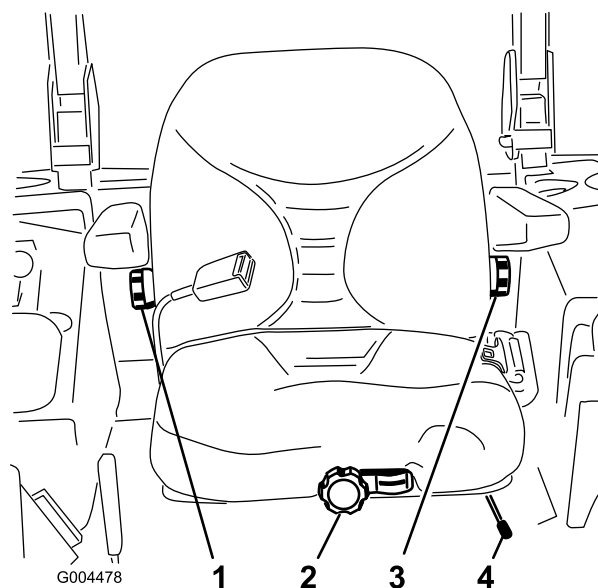

Рисунок 15
1. Для выполнения регулировки передвиньте рычаг в поперечном направлении, чтобы разблокировать сиденье (Рисунок 15).
направлениях, пока не будет достигнуто максимально комфортное положение (Рисунок 15).
Для регулировки спинки сиденья поворачивайте ручку под правым подлокотником в обоих направлениях, пока не будет достигнуто максимально комфортное положение (Рисунок 15).
Для регулировки спинки сиденья поворачивайте ручку под левым подлокотником в обоих направлениях, пока не будет достигнуто максимально комфортное положение (Рисунок 15).